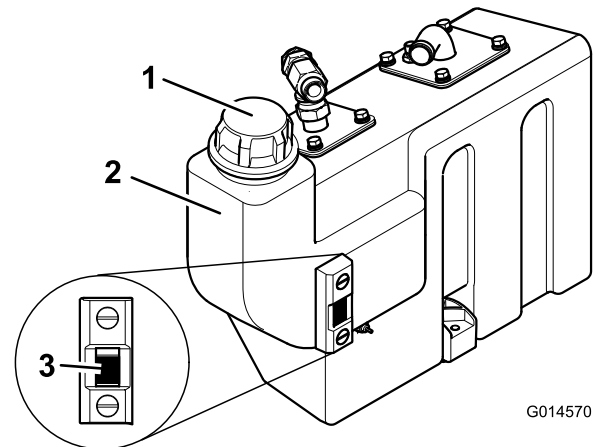

Figura 66
3. Si es necesario añadir aceite hidráulico, limpie la zona alrededor del cuello de llenado y el tapón del depósito hidráulico (Figura 66) y retire el tapón.